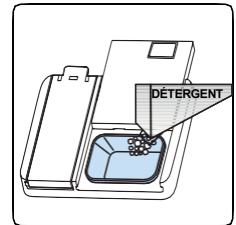

Fig. 2
2. Versez/mettez le détergent dans le distributeur (fig. 2).